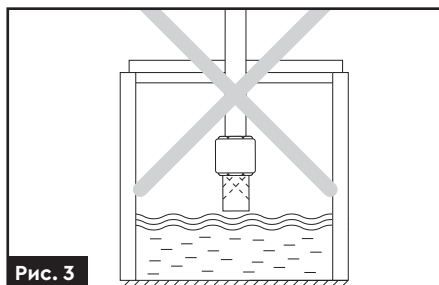

Рис. 3
- Зворотний клапан з фільтром грубого очищення не має бути на рівні або вище за дзеркало води (**рис. 3**).